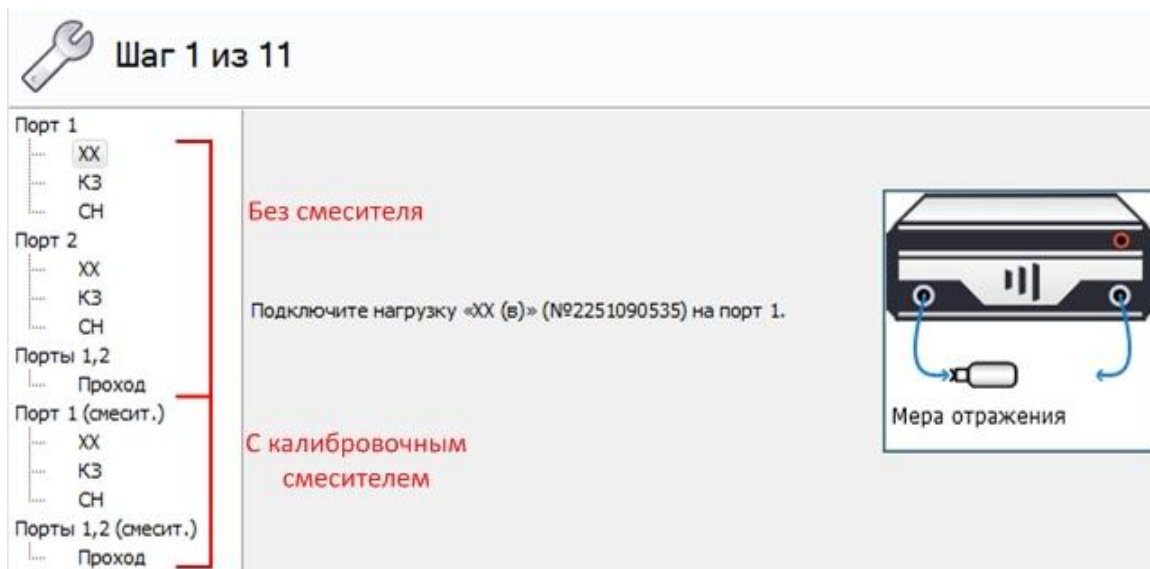

Рис. 36. Этапы калибровки с преобразованием частоты
9. Следуя указаниям мастера калибровки провести первые семь пунктов калибровки, рис. 36. **Первые семь пунктов проводятся без использования «калибровочного» смесителя** с помощью набора калибровочных мер или электронного калибратора;